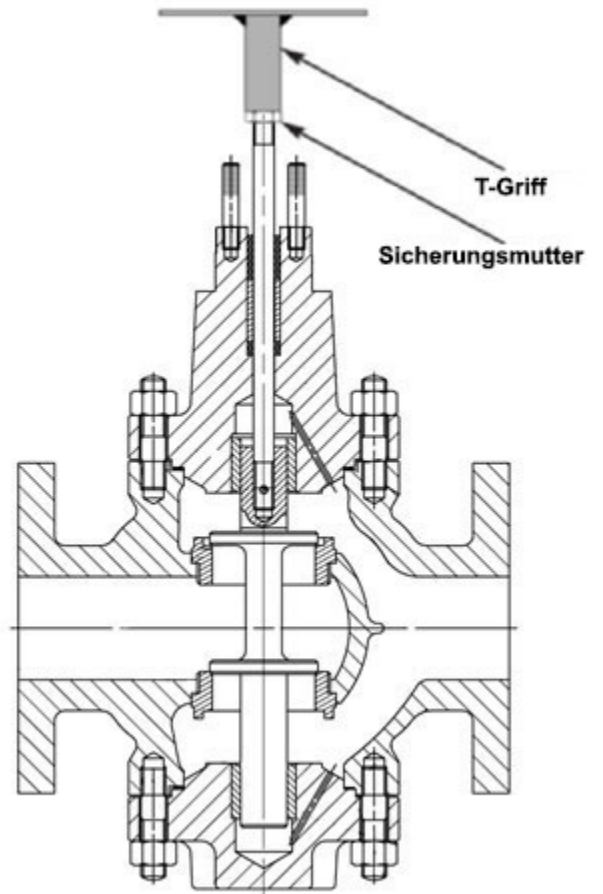

Abbildung 3: Sitz-Läppvorrichtung
7. Zwei oder drei Teile der Packung (16) in die Stopfbuchspackung einsetzen, um die Führung von Schaft und Verschlusssteil während des Läppens zu verbessern.
8. Eine mit einem T-Griff versehene Stange mit Gewindebohrung auf den Ventilschaft aufsetzen und mit einer Kontermutter sichern (siehe Abbildung 3).